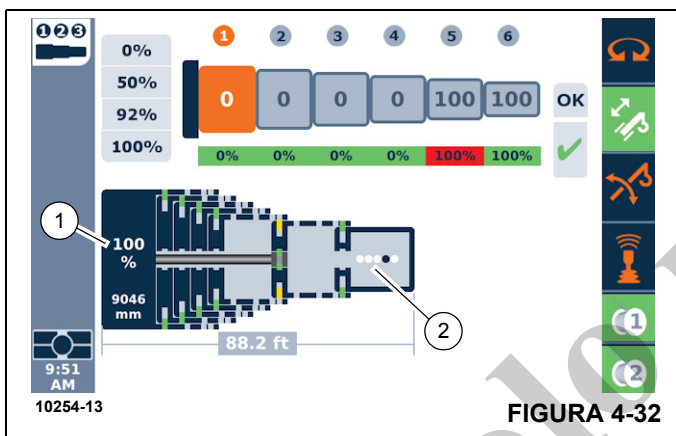
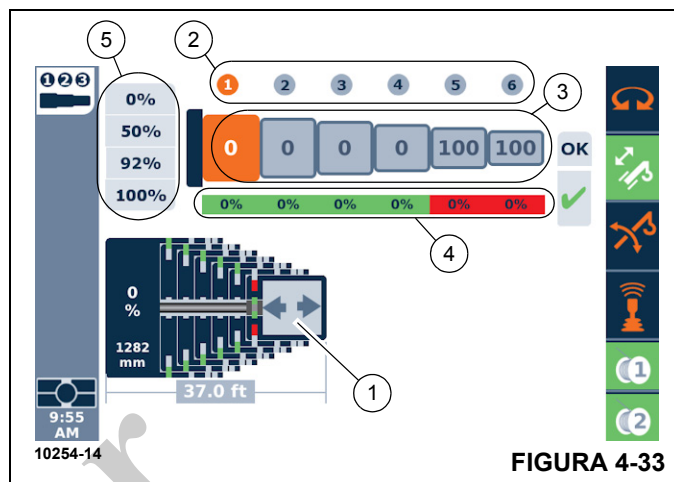
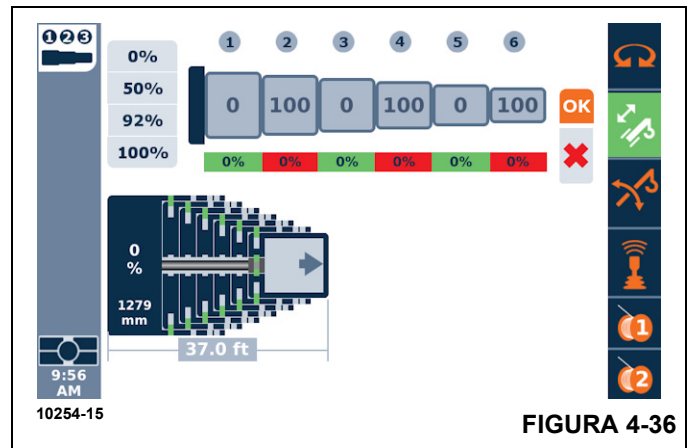

FIGURA 4-32
FIGURA 4-33
FIGURA 4-36
La pantalla de semiautomatización de la visualización de funcionamiento (consulte Figura 4-32) muestra un esquema gráfico cerca de la parte inferior de la pantalla que indica el estado actual de la pluma computado por el sistema de control (sin embargo, el operador debe continuar monitoreando
el estado físico de la pluma para compararlo con este esquema). En la Figura 4-32, se muestra un 100 % (1) para la posición del cilindro telescópico (sobre el valor de distancia de 9046 mm). La representación gráfica de la varilla del cilindro telescópico sobresale horizontalmente desde el extremo izquierdo del esquema (cerca del elemento 1). El extremo de la representación gráfica de la varilla en la sección de pluma T5 está al 100 % de la ubicación de fijación. La entidad rectangular levemente más grande en el extremo derecho de la varilla del cilindro telescópico representa el mecanismo de fijación.
El ejemplo en Figura 4-32 muestra el valor de 9046 mm para la extensión del cilindro telescópico dentro de la pluma. Este es el valor del sensor de longitud de precisión. El ejemplo también muestra un valor de 88.2 pies como la longitud de pluma total. El ejemplo muestra que la sección de la pluma T6 fue previamente extendida y bloqueada en su ubicación de fijación del 100 %, y la sección de la pluma T5 se está fijando en la ubicación de fijación del 100 %. El resto de las secciones de la barrera están bloqueadas en su posición de fijación al 0 %.
Como se mencionó anteriormente, hay oportunidades en que el sistema de control de la grúa realiza movimientos automatizados. El ejemplo en Figura 4-32 muestra algunos puntos en movimiento (2) al final del esquema gráfico. Estos puntos, así como el punto oscuro circulando de atrás hacia adelante y de izquierda a derecha, indica que los movimientos automatizados se están realizando.
La Figura 4-33 muestra la misma pantalla cuando el operador puede controlar los movimientos de las secciones de la pluma. En este caso, hay una flecha (1) apuntando hacia la izquierda o derecha (en lugar de los puntos que se muestran en la Figura 4-32). En consistencia con la orientación esquemática, la flecha izquierda indica que la pluma se retrae, la flecha derecha indica que la pluma se extiende. El dispositivo de control (generalmente la palanca de control en la opción estándar de palanca de control) se mueve a la izquierda para retraer la pluma y se mueva a la derecha para extender la pluma (mientras se tiene en mente que solo una sección de pluma se mueve, la sección de pluma a la cual el cilindro telescópico está bloqueado).
Las flechas (1, Figura 4-33) parpadearán en algún momento del proceso de telescopización. El parpadeo es una indicación de que ocurrirá un evento de desbloqueo o bloqueo si el operador sostiene el controlador en la dirección de esa flecha por al menos un segundo. Si este evento comienza, la pantalla cambiará a puntos (como se describe en la Figura 4-32) de modo que el operador sepa que un movimiento o acción automatizada está ocurriendo nuevamente.
Como se vio en Figura 4-33, hay un conjunto de valores numéricos en la parte superior de la pantalla, sobre el esquema gráfico de la pluma.
Primero, hay un conjunto de valores en una fila superior, con valores de 1 a 6 en círculos (2, Figura 4-33). Los valores 1 a 6 en los círculos indican las secciones telescópicas de la pluma (o "secciones de telescopización"). El número 1 es para la sección de la pluma más larga y más cerca de la sección base. Se le denomina T1. Luego se continúa con T2 a T6 para los valores de 2 a 6.
Los valores bajo estos números de indicaciones de secciones de pluma representan la configuración de pluma final que se requiere (o "estado de telescopización objetivo"). La Figura 4-33 muestra este conjunto de valores como 0-0-0-0-100-100 (3). Esto significa que T5 y T6 deben extenderse a su ubicación de fijación del 100 %, T2 debe extenderse a la ubicación de fijación del 100 %, y T1, T2, T3 y T4 deben permanecer en las ubicaciones de fijación del 0 %. Es vital que el operador entienda que esta configuración de pluma final solicitada es el primer paso en el funcionamiento de la pluma de fijación en el modo de semiautomatización.
Segundo, hay un conjunto de valores porcentuales que se muestran bajo los valores de la configuración de pluma final solicitada. En la Figura 4-33, estos aparecen como 0 %-0 %-0 %-0 %-0 % (4). Esto representa la configuración de pluma computada actual del sistema de control de la grúa (o el “estado de telescopización real”). Esto puede entenderse como el aspecto de la pluma “ahora” (pero, como se mencionó anteriormente, el operador debe estar al tanto de la pluma física para comparar estos valores). A medida que la pluma entra en funcionamiento, esta configuración de pluma computada cambiará (tal como el gráfico esquemático del sistema de pluma cambiará en la pantalla). Pero el operador debe tener en consideración que la configuración de pluma final solicitada no estará cambiando a medida que la pluma está en funcionamiento (es el destino final para el movimiento de la pluma).
- En el ODM, el botón Intro se usa para marcar la opción OK (Aceptar) que aparece en la pantalla. Esto envía los datos solicitados al sistema de control de la grúa. Si esta configuración se considera aceptable, aparecerá un signo de verificación bajo OK, como se muestra en la Figura 4-33. Si la configuración no se considera aceptable, una X de color rojo aparecerá en lugar del signo de verificación (Figura 4-36). Por ejemplo, no se permite una configuración de pluma final solicitada de 0-100-0-100-0-100.
- Una vez que el cilindro telescópico se considera bloqueado a la sección de pluma que moverá primero (T6 en el ejemplo actual Figura 4-33) el sistema de control de la grúa, la sección de pluma será desbloqueada (esta es una acción automatizada).
- Una vez que la sección de pluma es desbloqueada, aparecerán las flechas de dirección telescópica, como se muestra en Figura 4-33.
- Cuando la sección de pluma T5 está desbloqueada, las flechas de dirección telescópica derecha e izquierda aparecerán nuevamente (como se muestra en la Figura 4-33).